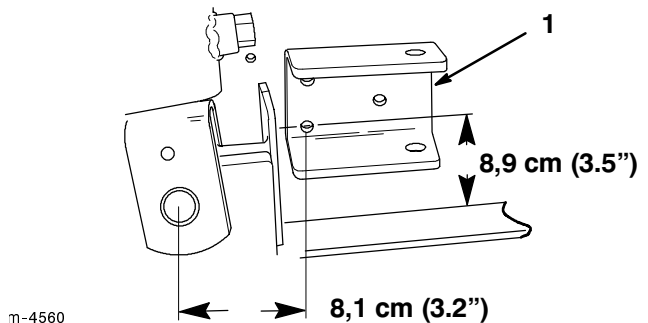

Abbildung 3
3. Die seitliche Trägerstange wie in Abbildung 3 gezeigt ausrichten und die Mittelpunkte der drei Löcher markieren (u. U. muss die Position der Trägerstange